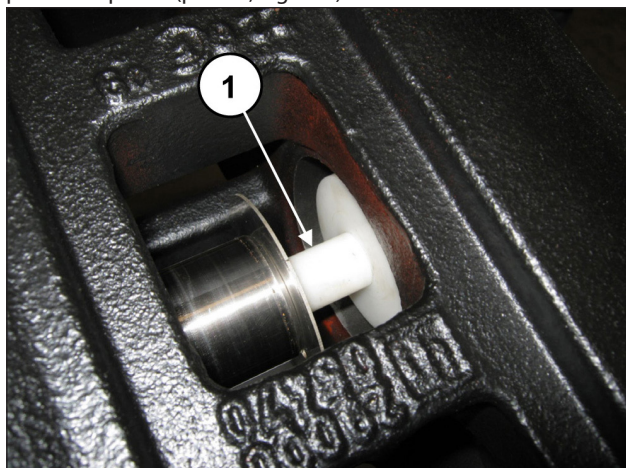

Fig. 170
Gire manualmente o eixo, de modo a trazer os três pistões na posição de ponto morto superior. Insira a ferramenta tampão no. 27632500 entre a guia do pistão e o pistão (pos. ①, Fig. 170).